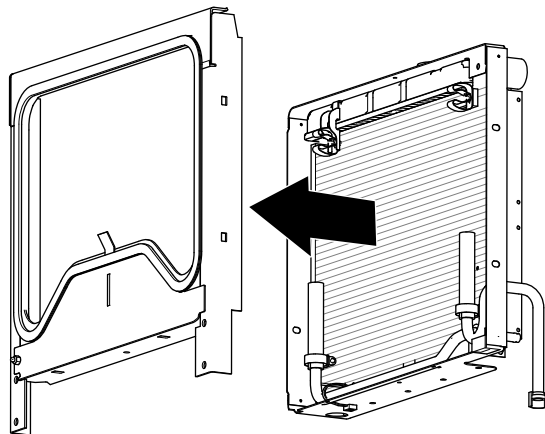

Bild 23
- Trennen Sie den Montagerahmen vom Kühler (Bild 23) ab.